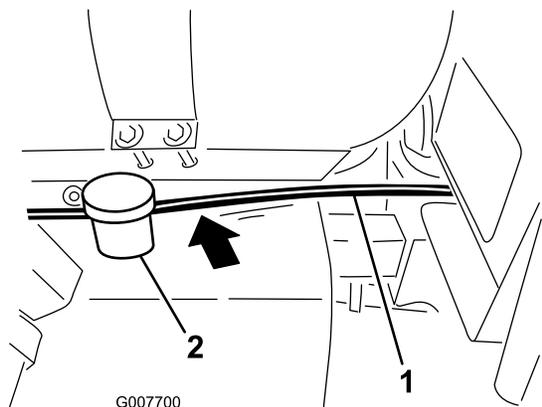

Figura 13
2. Disponete il flessibile a partire dalla staffa del traccialinee schiumogeno verso la parte anteriore della macchina, facendolo passare sotto il serbatoio degli agenti chimici e dietro il serbatoio del carburante, lungo il cablaggio preesistente, verso la zona sotto la scatola del sedile (Figura 13).